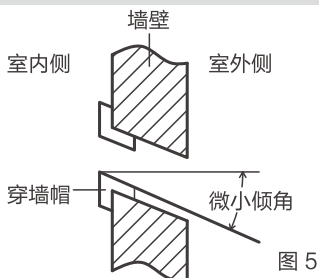

图 5
- 根据选定的位置在墙上钻孔（过配管用），其中应注意：两匹及以下，钻孔直径约 $\phi 60\text{mm}$ ；两匹以上，钻孔直径约 $\phi 70\text{mm}$ 。孔应稍向室外侧倾斜，并安上穿墙帽（如图5所示）。